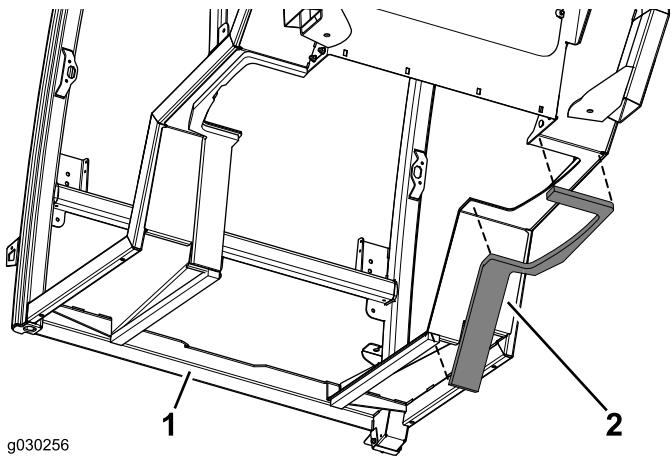

Figure 10
- 5. Appliquez le joint droit sur le côté droit de la cabine (Figure 10).